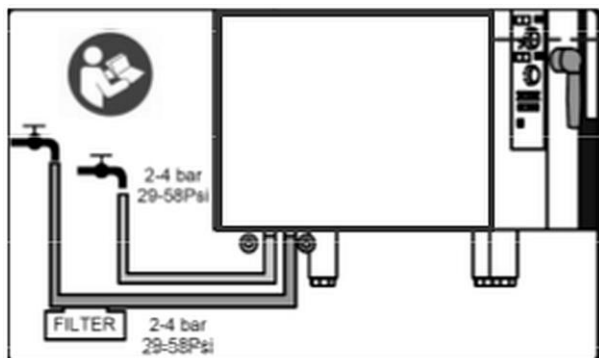

Abb. 13
- Verbinden Sie das Gerät an den angegebenen Punkten (Abb. 13) mit dem Wassernetz unter Verwendung neuer Schläuche, die vom Hersteller geliefert werden. **Alte Schläuche dürfen nicht wiederverwendet werden.**